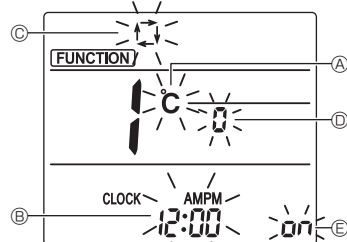

Fig. 7-10
3. Compruebe que se muestra la función N.º "1", y luego pulse el botón **SET** ③. Se visualizará la pantalla de configuración de la visualización. (Fig. 7-10)